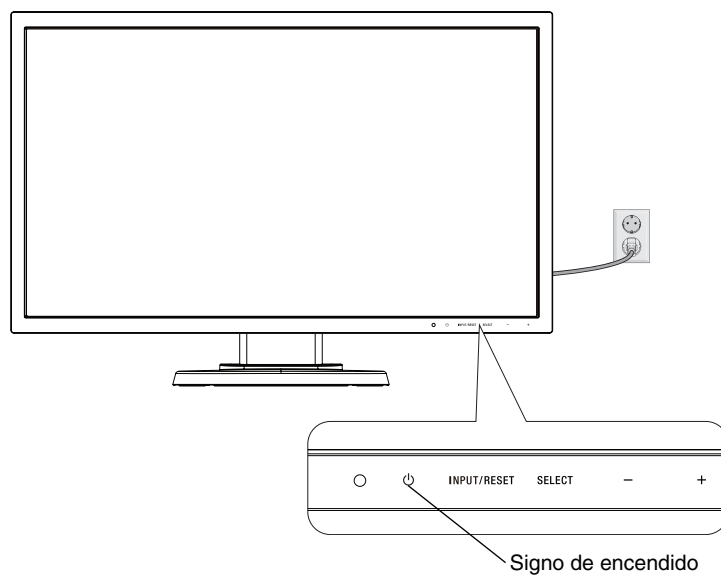

Figura E.1
8. Encienda el ordenador y después el monitor pulsando la tecla de encendido situada en la parte frontal (**figura E.1**).